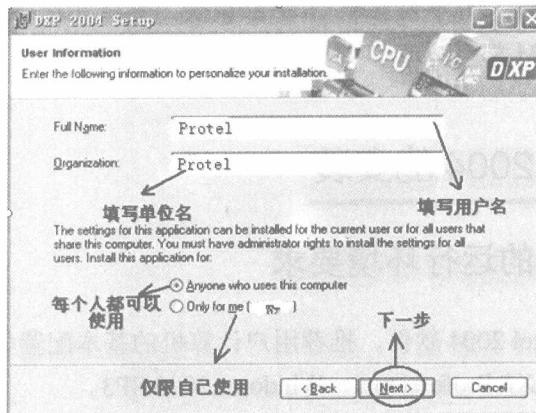

图 1-3-3 用户权限对话框
- ③ 单击下一步按钮，出现如图 1-3-3 所示的用户权限对话框，输入用户名和单位，同时选中【Anyone who uses this computer】选项。